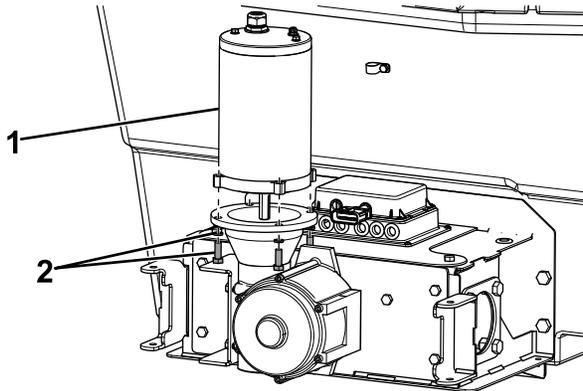

Figure 2
- Retirez et mettez au rebut les 4 boulons et rondelles frein fendues qui fixent le moteur au boîtier d'engrenages (Figure 2). Conservez le moteur.